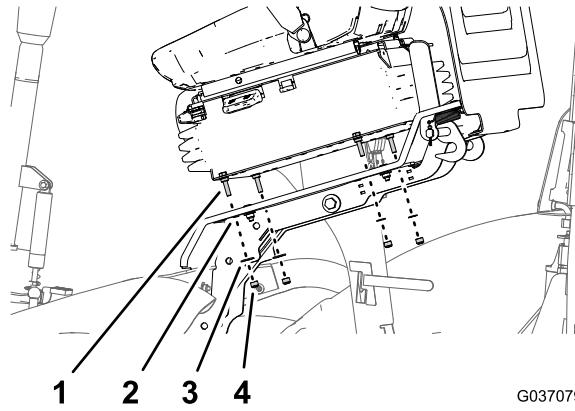

Figure 10
4. Alignez les 4 vis d'assemblage (8 x 25 mm) du nouveau siège et les trous de la plate-forme du conducteur (Figure 10).
7. Vissez les 2 contre-écrous (8 mm) et les 2 rondelles (8 x 17 mm) sur les 2 vis à la main (Figure 10).